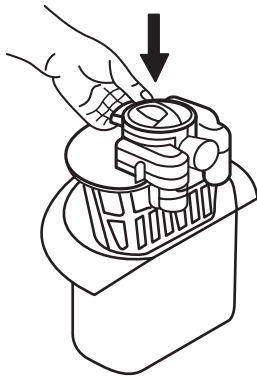

Рис. 8
5. Установите фильтрационный модуль с бумажным мешком в контейнер (рис. 8).